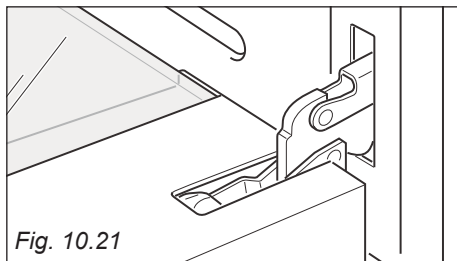

Fig. 10.21
- Aprire completamente la porta del forno (fig. 10.21).